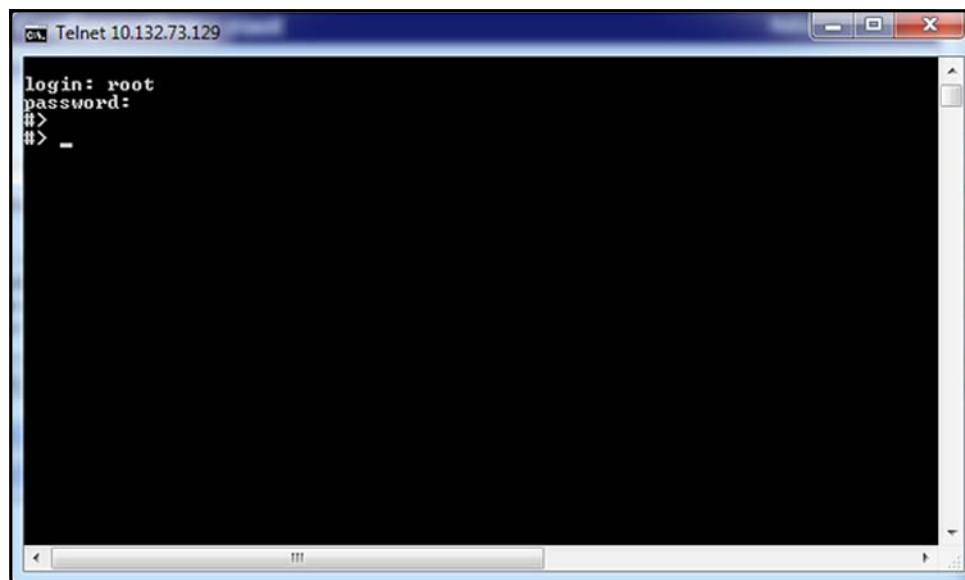

図 116: Telnet のログイン
3. モジュールの **login:** プロンプトで、ルートアカウントを使用してログインします。パスワードはエコーバックされません。正常にログインすると、**#>** モジュールプロンプトが表示されます（以下の図 116 を参照）。